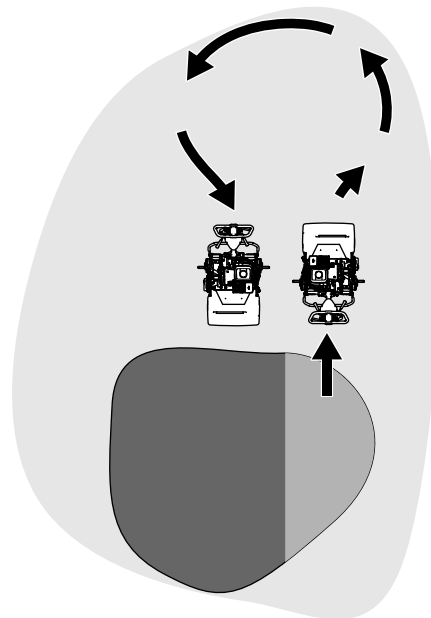

图 14
- 机器掉头应当在果岭之外进行方法为抬起滚刀将手柄向下压然后使用驱动轮鼓进行一个泪滴状的转变图 14。
1. 找到变速箱上的牵引接合杆 图 14。